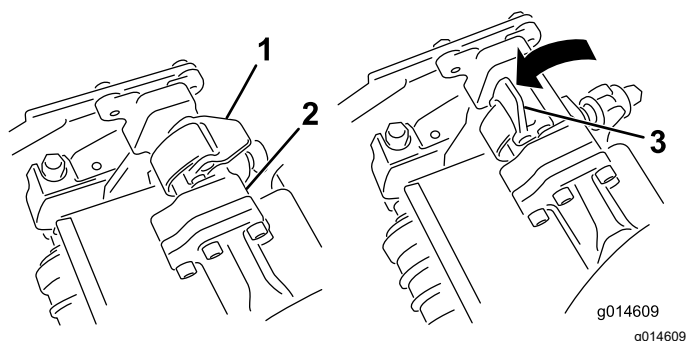

Figura 53
3. Com os fechos na barra do braço de suspensão a apontar para cima (i.e. abertos) (Figura 53), empurre o braço de suspensão para baixo de forma a que a barra passe pela barra através da parte superior da unidade de corte (Figura 54).
4. Feche os fechos para baixo e em redor da barra da unidade de corte e bloqueie-os no sítio (Figura 53).
4. Abra os fechos na barra do braço de suspensão da unidade de corte que está a remover (Figura 53).